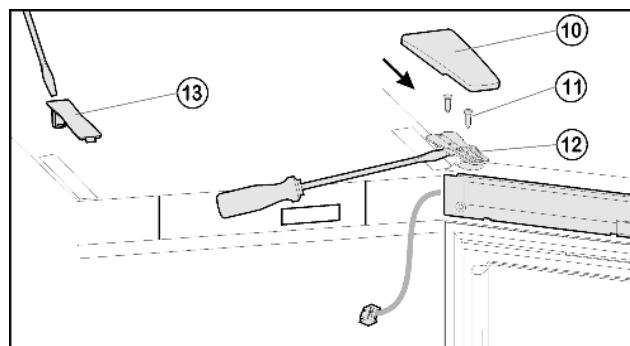
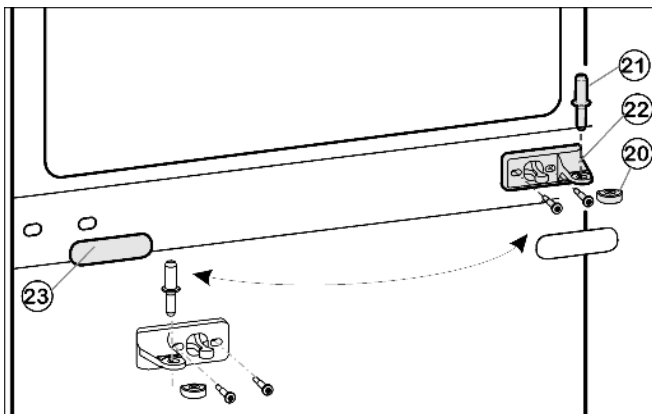
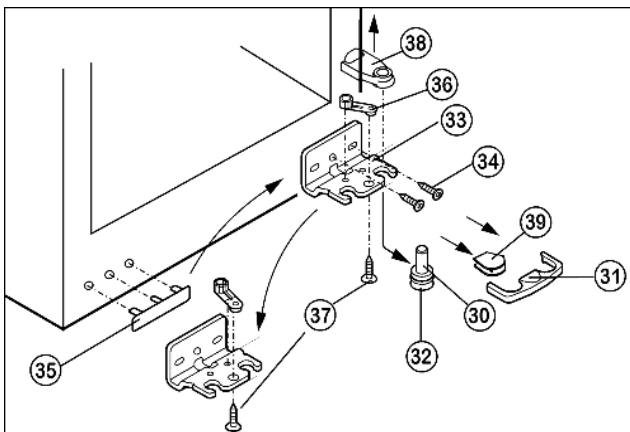

Fig. 5
Fig. 6
Fig. 7
- ▶ Ôter le cache Fig. 5 (10) en le glissant vers Fig. 5 (13) l'avant.
- ▶ Dévisser les vis Fig. 5 (11).
- Enlever vers le haut la porte complète avec charnière *Fig. 5 (12)* et câble. Se servir du tournevis à tête fendue comme d'un levier en le glissant sous la charnière pour déboîter la porte avec précaution.
- Retirer le pivot d'appui central *Fig. 6 (21)* de sa charnière et de la porte inférieure.
- Retirer le capuchon en matière plastique *Fig. 6 (20)*.
- Démonter le support d'appui du milieu *Fig. 6 (22)*.
- Retirer avec précaution le panneau-cache *Fig. 6 (23)*.
- Placer le support d'appui du milieu *Fig. 6 (22)* tourné de 180° du nouveau côté de la charnière.
- Faire encliqueter de nouveau le cache *Fig. 6 (23)* du nouveau côté de la poignée.
- Enlever le cache *Fig. 7 (31)* inférieur vers l'avant.
- Enlever le cache *Fig. 7 (39)* en bas.*
- Enlever le cache *Fig. 7 (38)* vers le haut.*
- Visser entièrement le pied réglable (22).
- Enlever le pivot *Fig. 7 (32)* vers le bas et vers l'avant. Ce faisant, respecter la douille de charnière *Fig. 7 (30)*.
- Dévisser le support d'appui *Fig. 7 (33)* (2 x Torx 25) *Fig. 7 (34)*.
- Dévisser l'élément pivotant *Fig. 7 (36)* (1 x Torx 25) *Fig. 7 (37)* et le replacer dans le logement opposé du support d'appui, ensuite le revisser.
- Soulever le cache *Fig. 7 (35)* du côté poignée avec précaution et le déplacer.
- Revisser le support d'appui *Fig. 7 (33)* sur la nouvelle face de charnière, éventuellement à l'aide d'une visseuse sans fil, en opérant au travers du trou oblong extérieur et du trou circulaire.
- Basculer à nouveau l'appareil légèrement vers l'arrière et déplacer le pivot d'appui *Fig. 7 (32)*.
- Placer la porte par le haut sur le pivot *Fig. 7 (32)*.
- Placer le pivot d'appui central *Fig. 6 (21)* au travers du support d'appui central *Fig. 6 (22)* dans la porte inférieure.
- Placer le capuchon de matière plastique *Fig. 6 (20)*.
- Placer la porte supérieure sur le pivot d'appui central Fig. 6 (21), fermer la porte et placer le support d'appui supérieur Fig. 5 (12) de telle sorte à ce qu'il s'encliquete dans la face supérieure de l'appareil.
- Visser le support d'appui Fig. 5 (12). Pointer les trous de visage ou avoir recours à une visseuse sans fil.
- Faire encliqueter le cache Fig. 5 (10) et le cache Fig. 5 (13).
- Ajuster les portes au-dessus des deux trous oblongs dans le support d'appui inférieur Fig. 7 (33) et le support d'appui central Fig. 6 (22) en alignement avec le boîtier de l'appareil, ensuite les visser fermement.
- Encliqueter le cache Fig. 7 (31) sur la charnière en bas.